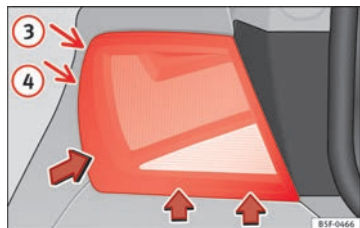

Fig. 197 Desmontar la unidad de luz trasera en la aleta.
- Bascule el piloto en la dirección de las flechas hasta que salga de su alojamiento (posiciones ③ y ④) ⇒ fig. 197.